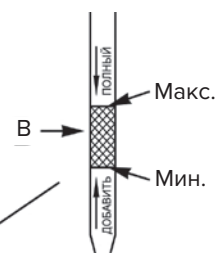

Рис. 3
- Снимите крышку с щупом и проверьте уровень масла, который должен находиться между отметками «МИНИМУМ» и «МАКСИМУМ» (В, рис. 3).
- е) Убедитесь, что уровень масла достиг отметки «МАКСИМУМ» на щупе (В, рис. 3).